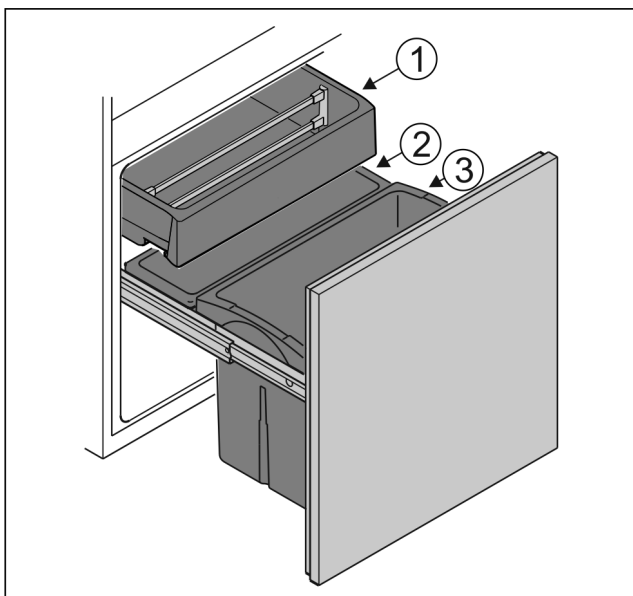

Fig. 68
- ▶ Резервуар Fig. 68 (1): Хранить не упакованные южные фрукты и овощи.
- ▶ Резервуар Fig. 68 (2): Хранить не упакованные мелкие фрукты и овощи.
- ▶ Резервуар Fig. 68 (3): Хранить отдельные бутылки.